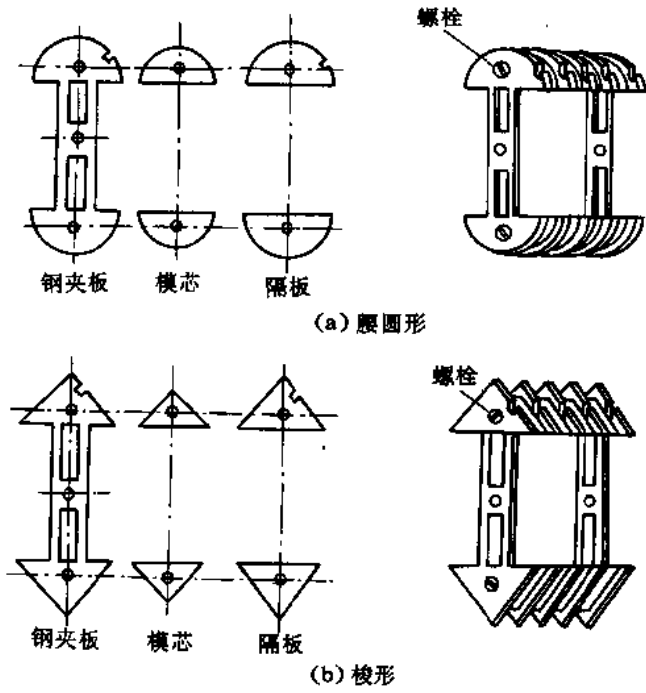

图 1-9 中型活络式线模
(1)中型活络式线模 这种绕线模主要由隔板、模芯及钢夹板组成,用螺栓贯穿固定。如图 1-9 所示。